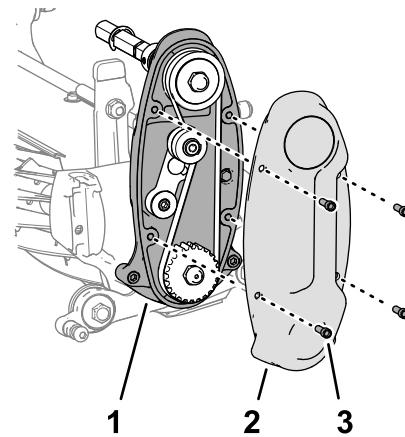

図18
- リールドライブハウジングにカバーを取り付ける図18ソケットヘッドねじ $\frac{1}{4}$ " x $\frac{3}{4}$ " 4本を使用する。